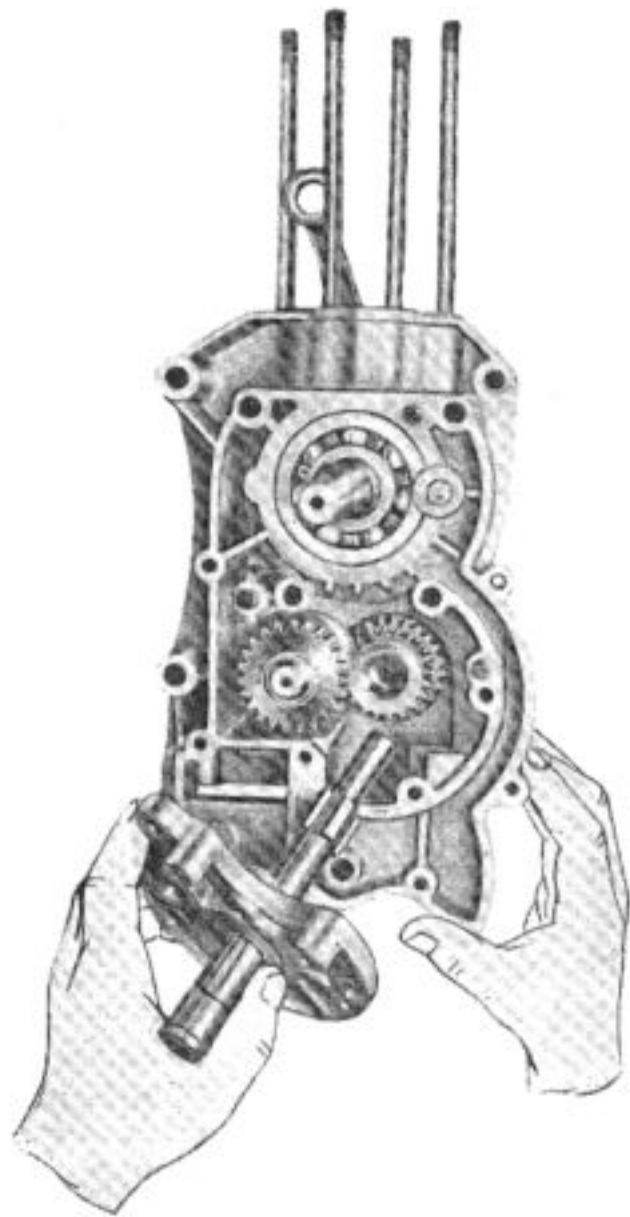

Fig. 19 - Come viene montata la flangia per supporto alberi cambio
4) montare sul basamento motore la flangia con pressato nel cuscinetto l'albero primario (vedere fig. 19); fare attenzione nel montare la flangia ad innestare l'albero primario nell'ingranaggio per II velocità e nella presa diretta e ad inserirla nelle due spine di riferimento poste sul basamento motore.